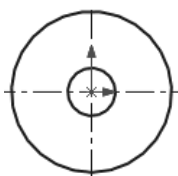

图 2.3 绘制圆
(2) 绘制圆弧。选择下拉菜单 **工具(T)** → **草图绘制实体(E)** → **圆(C)** 命令, 在图形区中绘制图 2.3 所示的圆。